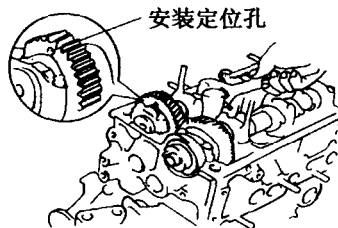

图2-4 辅助齿轮上的安装定位孔
⑩拆下交流发电机托座，用扳手固定住凸轮轴六角头部分，然后卸下螺栓与正时皮带轮。
⑪拆下凸轮轴。由于凸轮轴的轴向间隙很小，在拆卸凸轮轴时必须将其保持水平。如果凸轮轴不能保持水平，则气缸盖承受轴向推力的部分就可能开裂或损坏，造成凸轮轴卡死或断裂。为防止这种情况发生，应先拆下进气凸轮轴：
a. 转动凸轮轴，使辅助齿轮上的安装定位孔（它使辅助齿轮咬合驱动齿轮）转到上面，如图2-4所示。